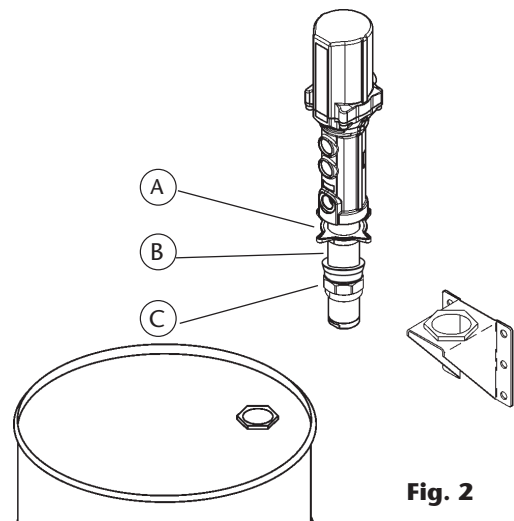

Fig. 2
Les pompes peuvent être installées directement sur fût, sur citerne ou bien encore sur un support mural muni d'un raccord 2" BSP (F) (Voir fig. 2).
- Desserrer le raccord en étoile (A) de l'adaptateur pour extraire la partie inférieure de ce dernier (C) et la fixer à l'orifice 2" du fût ou du support mural.
- Placer le raccord en étoile (A) ainsi que l'anneau (B) de l'adaptateur autour du tube.